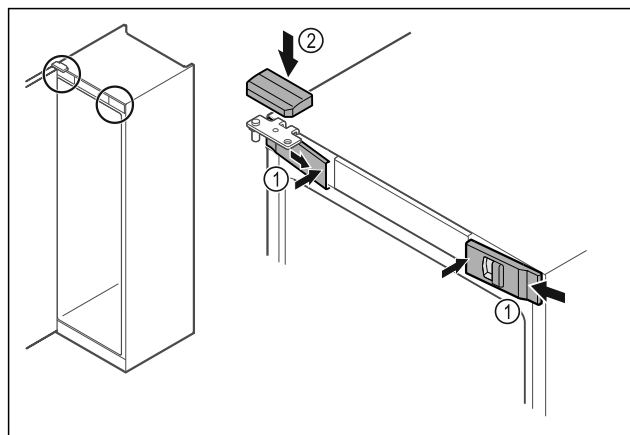

Fig. 55
- Aizkabiniet sānos priekšējos pārsegus Fig. 55 (1) un iekšpusē nofiksējiet.
- Nofiksējiet augšējo pārsegu Fig. 55 (2) no augšpuses.